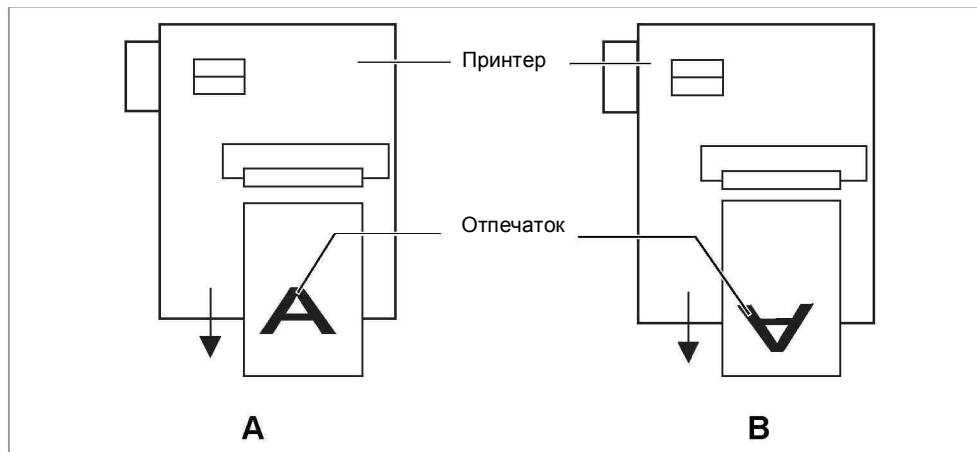

Рис. 28. Направление печати „вперед нижним краем“ („Foot first“) (A) или „вперед верхним краем“ („Head first“) (B)
- "Foot first" («Вперед нижним краем»): Изображение на этикетке будет напечатано, как показано на Рис. 28А.
- "Head first" («Вперед верхним краем»): Изображение на этикетке будет напечатано, как показано на Рис. 28В. Примите к сведению: